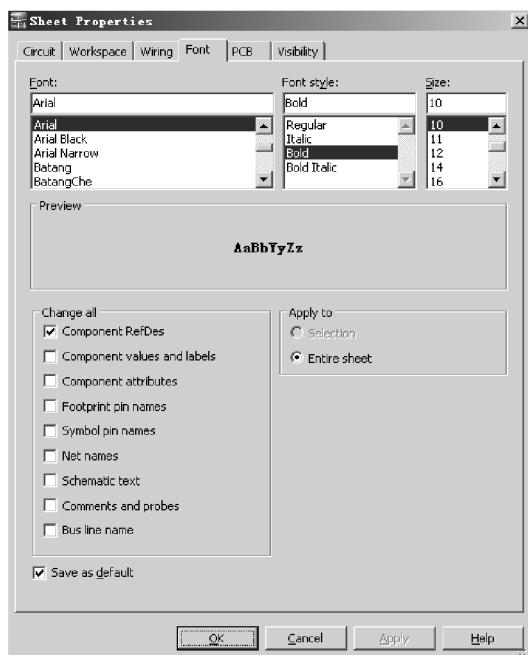

图 4-10 Font 标签页
(4) Font 标签页 (字体标识设置): Font 标签页如图 4-10 所示。该页用于设置元器件符号、封装引脚、网络名称、原理图文本、注释和总线的字体标志。其设置方法与 Windows 操作系统基本一样。